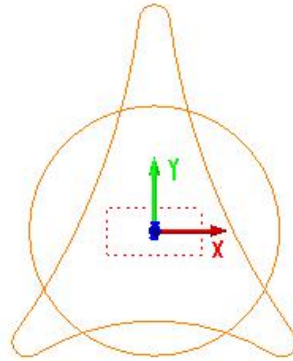

图 3-16 曲线裁剪
10、曲线裁剪：拾取直线 L1、L2、L3 和 L4，点击将其隐藏。点击“【曲线编辑(C)】->【曲线裁剪(T)】->【快速裁剪(A)】”菜单项，对圆 C1、C2 及 C3 进行裁剪(直接点击要删除的部分即可)，裁剪结果如图 3-16 所示；